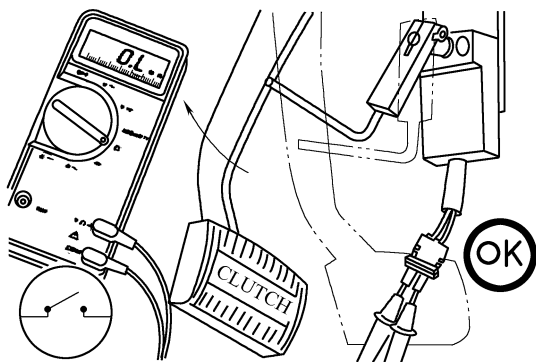

图 5-32 踩下离合器踏板,测量开关两端子间的电阻
③ 踩下离合器踏板,离合器踏板位置开关必须打开,万用表应显示开路,电阻应大于 $100k\Omega$,如图 5-32 所示。如果开关在离合器踏板完全被踩下时没有打开,应调整离合器踏板位置开关行程控制杆。